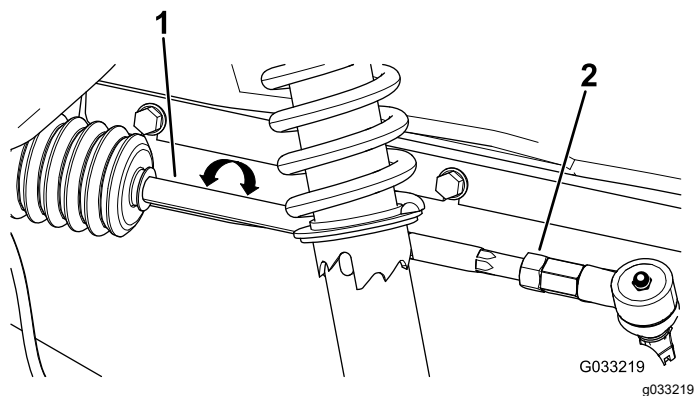

图 49
2. 如果测量值超出 06mm 应松开横拉杆外端的锁紧螺母图 49。